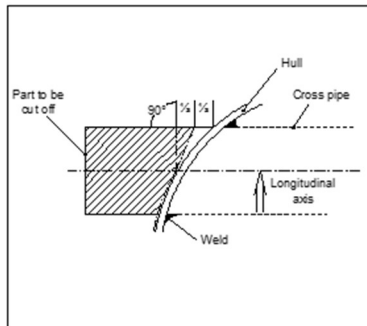

Fig. 2
- Om het straalwater goed te begeleiden, snijdt u eerst de dwarsbuis af volgens tekening in fig. 2. Het voorste deel van de buis moet iets over de romp van de boot uitsteken. Aan het andere uiteinde moet de buis gelijk met de romp worden doorgesneden. Om ervoor te zorgen dat de boegschroef zo efficiënt mogelijk werkt, moet de binnenrand van de pijp bij het uiteinde zo veel mogelijk als de dikte van het materiaal toelaat rond geslepen worden.